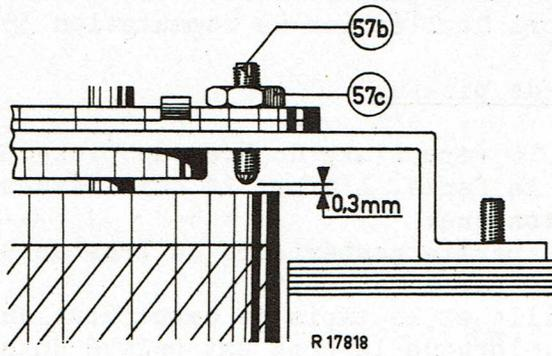

Fig.19
- Contrôler la course verticale du rotor. Celle-ci doit être de 0,3 mm (voir la fig. 19).